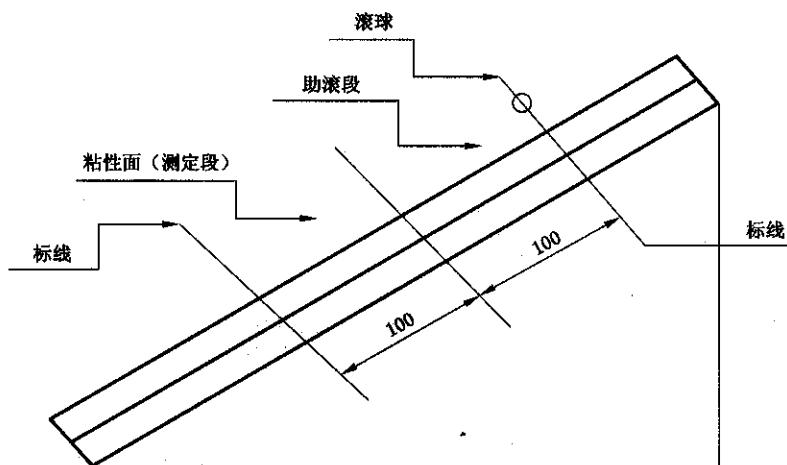

图 1 初粘性测试装置(斜面滚球装置)
7.1.1.1 斜面滚球装置由能倾斜  $20^\circ$ 、 $30^\circ$ 、 $40^\circ$  的倾斜板及其联接结构组成, 如图 1 所示, 各部分如下:
7.2.3 为使助滚段的长度恒定为 100 mm,根据球的大小,如图 1 所示,把球中心调整在球的起始位置上。